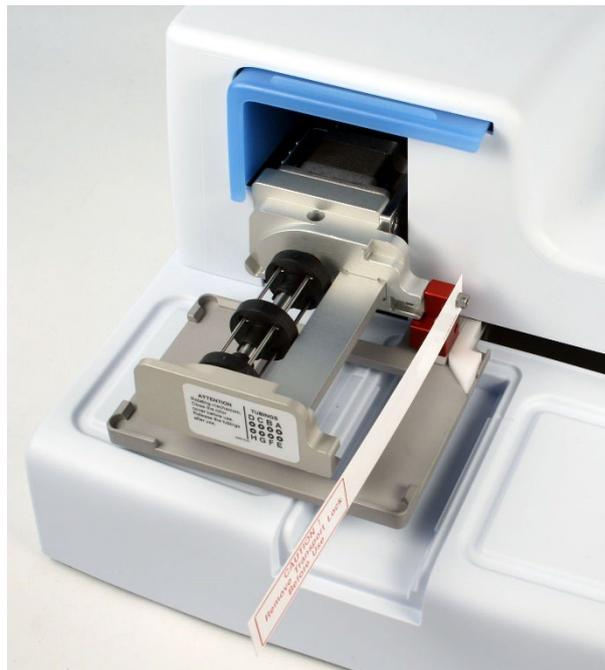

Figura 3–5. En esta imagen, el instrumento lleva puesto el bloqueo y la etiqueta de aviso correspondiente
1. Desenrosque los dos tornillos n.º 1 y 2 del bloqueo de transporte con ayuda del destornillador hexagonal incluido (Figura 3–6) para aflojar el mecanismo.